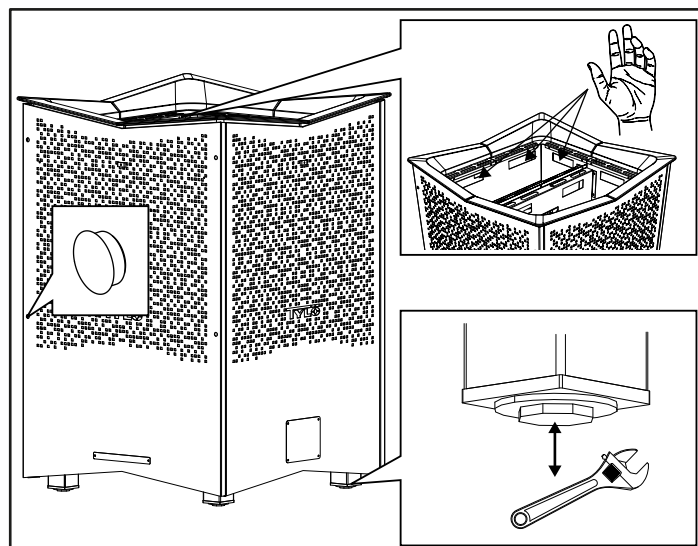

Fig 17: Justering av fötter och montering av täckpluggar
- 13.** För att säkerhetsställa att aggregaten står stadigt, justera fötterna, se fig 17 och sätt aggregatet på plats enligt säkerhetsföreskrifterna, se fig 3.